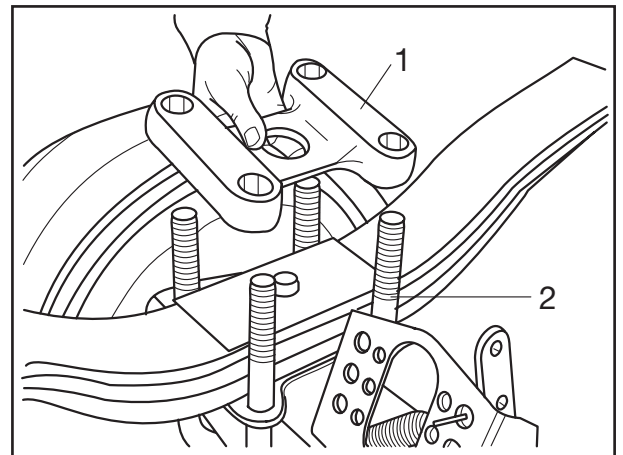

Fig. 1
- [2] Doppelmuttern bzw. Sicherungsmuttern von den Federbügeln abschrauben. Federplatte (Fig. 1/1) abnehmen und Federbügel (Fig. 1/2) herausziehen.